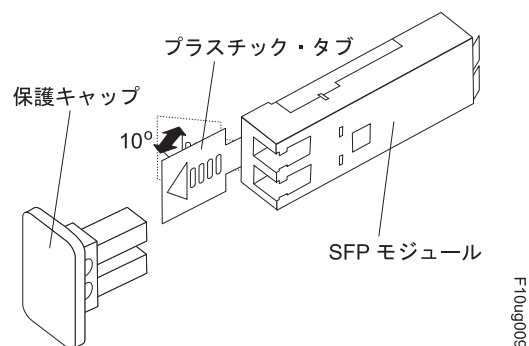

図 73. SFP モジュール・ラッチのアンロック - プラスチック・タブの場合
- プラスチック・タブが入っている SFP モジュールの場合は、143 ページの図 73 に示すように、プラスチック・タブを外側に 10° 引いて SFP モジュールのラッチをアンロックします。